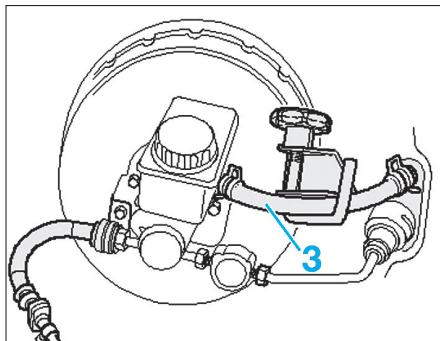

Fig. 5
- [1]. Pince-durit (Fig.5)
- A l'aide d'un pince-durite, débrancher le flexible de recirculation (3) relié au réservoir de liquide de frein (Fig.5).